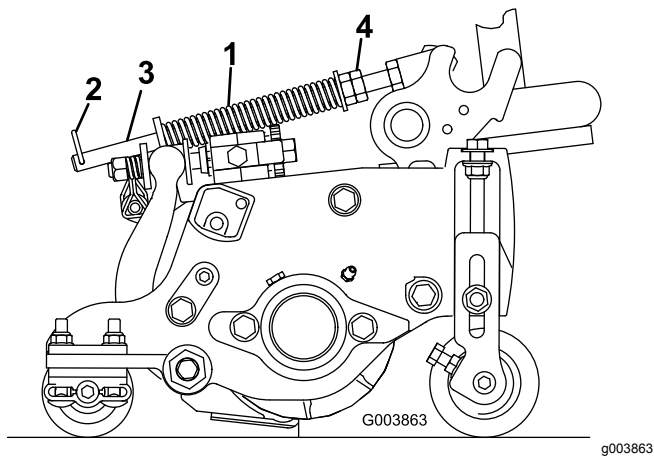

Bild 15
Die Rasenkompensierungsfeder verlagert das Gewicht von der Front- zur Heckrolle (Bild 15). Dies reduziert ein Bobbing genanntes Wellenmuster auf der Grünfläche.
1. Stellen Sie sicher, dass der Splint in das hintere Loch in der Federstange eingesetzt ist (Bild 15).
2. Ziehen Sie die Sechskantmutter vorne an der Federstange an, bis die zusammengedrückte Länge der Feder an 12,7-cm-Schneideinheiten 12,7 cm oder an 17,8-cm-Schneideinheiten 15,9 cm beträgt (Bild 15).